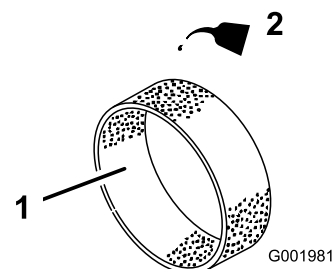

図 45
- 乾いたら新しいエンジン・オイルを30～60 cc含ませる(図 45)。